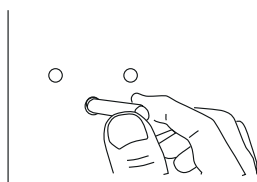

Рис. 2
3. Вставьте пластиковые анкеры (дюбели) в отверстия (рис. 2)